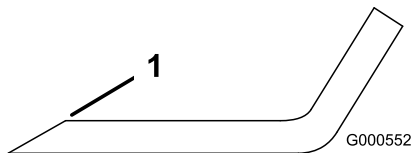

Figure 55
1. Au moyen d'une lime, aiguisez les tranchants aux deux extrémités de la lame (Figure 55).
**Remarque:** Si la lame est déséquilibrée, limez un peu l'extrémité de l'ailette seulement (Figure 55).